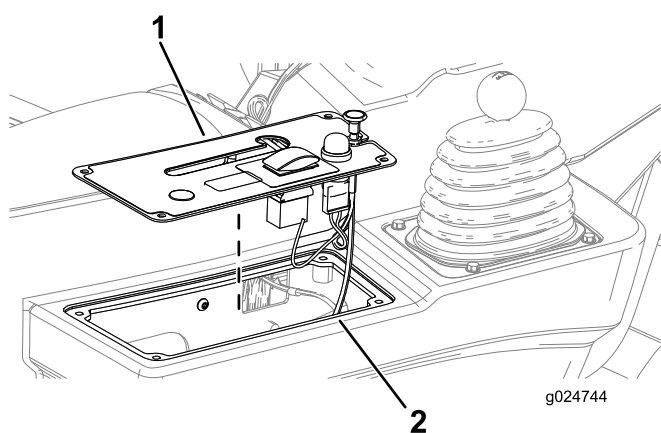

Figura 53
7. Alinhe a cobertura do painel de controlo com a consola lateral (Figura 53).